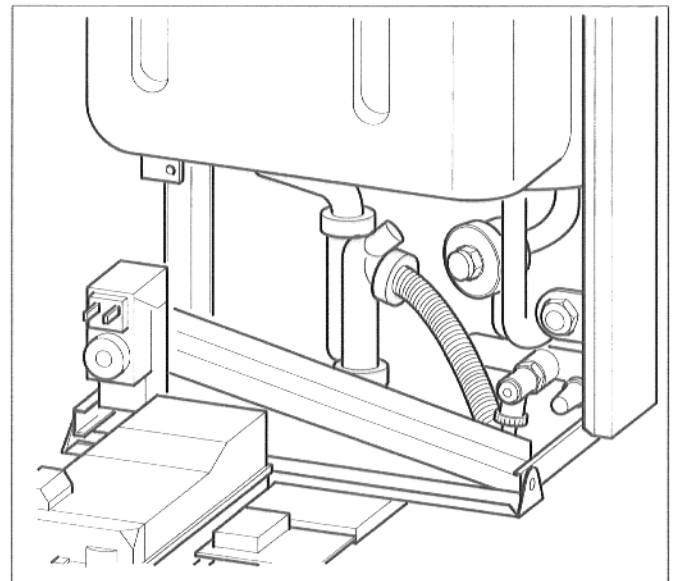

Abb. 46 Siphon demontieren
- Siphon abschrauben und herausnehmen (Abb. 46).